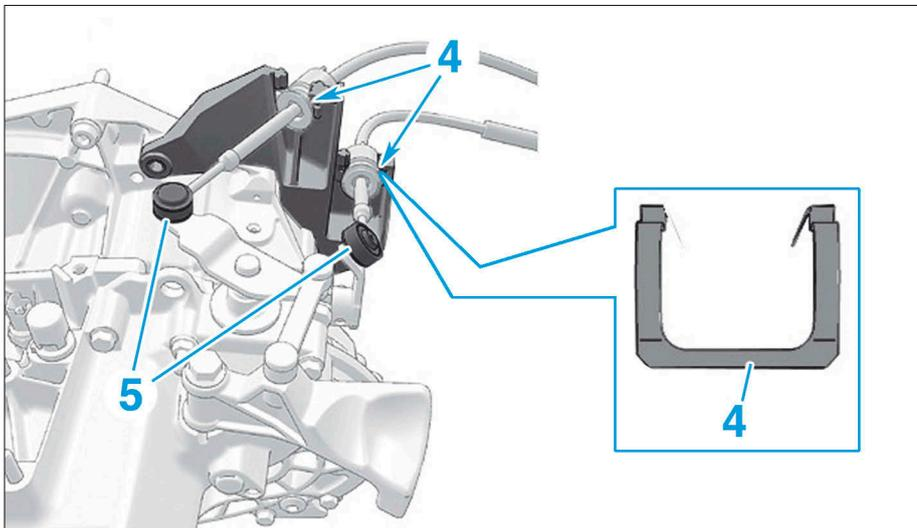

FIG. 8
- le résonateur d'air (2),
- la batterie et ses supports (3).
- Dégager les arrêts de gaines de leurs supports en les tirant vers le haut après avoir presser les languettes des agrafes (4) (Fig.8).
- les rotules (5) à l'aide de l'outil [1],